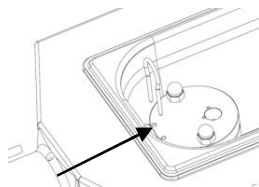

Abb. 18
- Führen Sie das komplette Schlagsystem durch das Gehäuse und mit leichten Drehbewegungen in den Ventilkopf ein und stecken Sie die Gabel in den Ventilkopf. Drehen und schieben Sie das Schlagrohr dabei so lange hin und her, bis sich die Gabel bis zum Anschlag einstecken lässt. (Abb. 18)